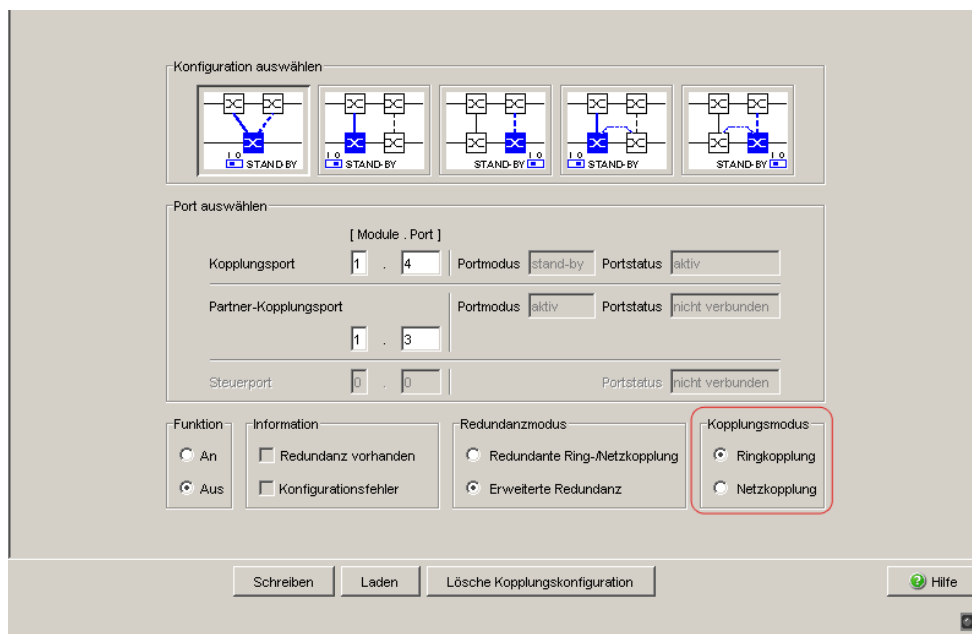

Abb. 28: Ein-Switch-Kopplung: Kopplungsmodus auswählen
- Wählen Sie im Rahmen „Kopplungsmodus“ (siehe Abbildung 28)